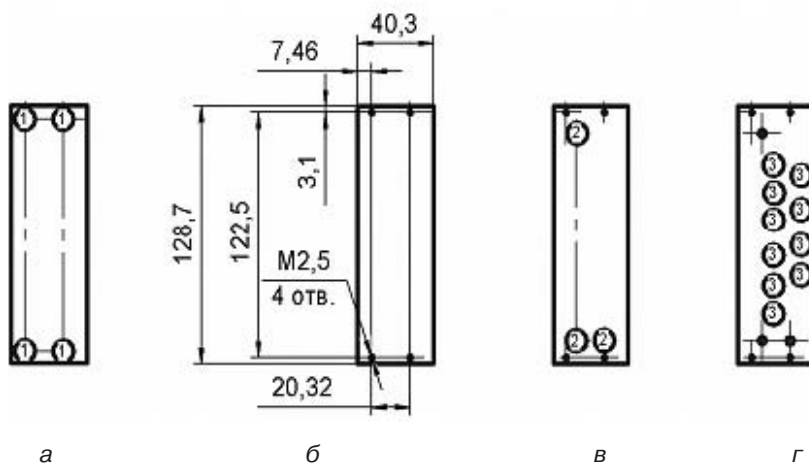

Рис. 3.49. Этапы конструирования
Проведем конструирование в последовательности, показанной на рис. 3.49.
Рисунок 3.49, *а* иллюстрирует ориентировочный выбор габаритных размеров ПП и расположение отверстий с условным обозначением ① под невыпадающие винты. Габаритные размеры ПП определяют следующие основные факторы:
Отверстия под невыпадающие винты выполняются с резьбой и располагаются по краям ПП. В качестве базового можно выбрать отверстие с координатами центра 7,46 и 3,1. Координаты остальных отверстий определяются значениями величин A_1 и A_2 из табл. В.1 и В.2. На рис. 3.49, *б* показан пример расположения отверстий на одном из вариантов стандартной панели.
На рис. 3.49, *в* показаны также отверстия с условным обозначением ② для крепления печатной платы и ручки. Как отмечалось на с. 17–18, положение первой печатной платы относительно шаговой линии определяется размером $A = 3,27$ мм. С учетом размера 7,62 мм, устанавливающего положение левых отверстий под невыпадающие винты относительно шаговой линии, можно определить расстояние от средней линии печатной линии до осевой линии, проходящей через центры этих отверстий, которое равно 4,35 мм. Окончательный выбор расположения отверстий ② должен учитывать конструкцию элементов соединения ПП и печатной платы, расположение и конструкцию ручки, располагаемой в нижней части ПП. Для крепления элементов к ПП используют винты с потайной головкой, чтобы можно было закрыть их лицевой панелью.
Рисунок 3.49, *г* иллюстрирует расположение отверстий с условным обозначением ③ под изделия, устанавливаемые на ПП. При размещении отверстий для крепления изделий к ПП необходимо, в первую очередь, учитывать: